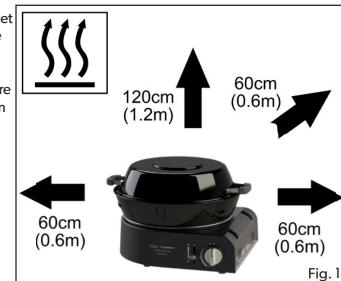

Fig. 1
- Sørg for at apparatet holdes borte fra brannfarlige materialer når det er i bruk. Trygg minimumsavstander er: over apparatet - 1,2 m, på baksiden og på sidene - 0,6 m. (fig.1)